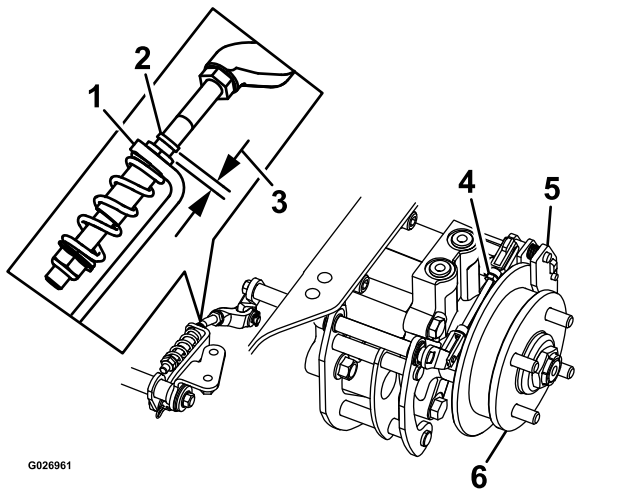

Figure 84
7. Vérifiez si un espace est visible entre le support en L et la butée de tringlerie (Figure 84).